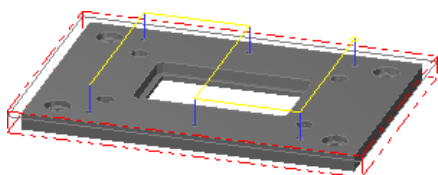

图 2.22 刀具路径
(1) 在“2D 刀具路径 – 钻孔/全圆铣削 深孔钻-无啄孔”对话框的刀具列表中双击该刀具，系统弹出“定义刀具 – 机床群组-1”对话框。
(2) 设置刀具号码。在“定义刀具 – 机床群组-1”对话框中的 **刀具号码** 文本框中，将原有的数值改为 4。
(3) 设置刀具的加工参数。单击 **参数** 选项卡, 在 **进给率** 文本框中输入值 200.0, 在 **下刀速率** 文本框中输入值 150.0, 在 **提刀速率** 文本框中输入值 500.0, 在 **主轴转速** 文本框中输入值 1800.0。
(4) 设置冷却方式。在 **参数** 选项卡中单击 **Coolant...** 按钮, 系统弹出“Coolant...”对话框, 在 **Flood** (切削液) 下拉列表中选择 **On** 选项。单击该对话框中的 **✓** 按钮, 关闭“Coolant...”对话框。
Step10. 单击“2D 刀具路径 - 钻孔/全圆铣削 深孔钻-无啄孔”对话框中的 **✓** 按钮, 完成加工参数的设置, 此时系统将自动生成图 2.22 所示的刀具路径。